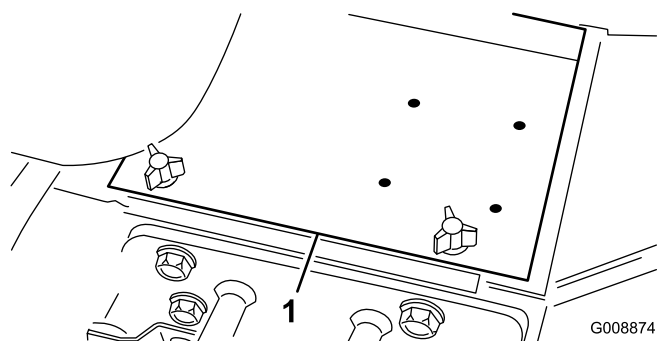

Figura 41
2. Allentate le manopole e togliete il coperchio della batteria (Figura 41).